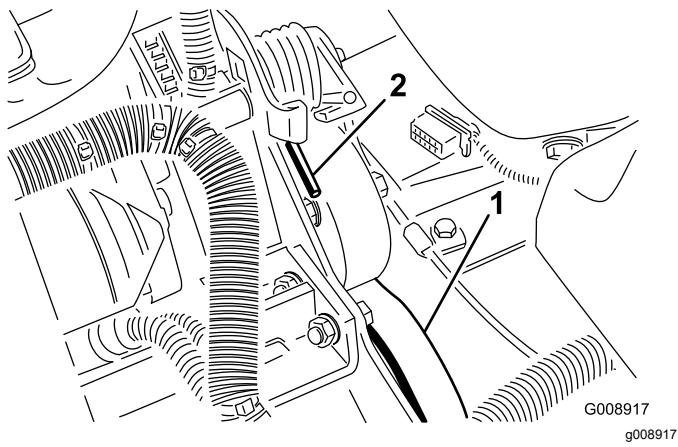

図 56
2. スプリングの端を前側に押し下げてブラケットから外し、スプリングのテンションをなくす図 56。